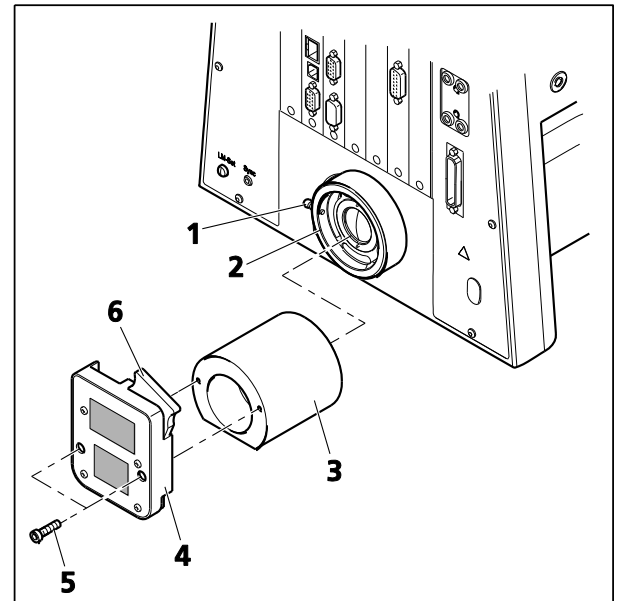

Fig. 48 Installation du dispositif d'éclairage LED
- Desserrer la vis de serrage (Fig. 48/1) du port de lumière transmise (Fig. 48/2). Retirer la lampe halogène.
- Insérer l'optique de l'adaptateur pour le dispositif d'éclairage LED (Fig. 48/3) dans le port de lumière transmise, l'éclairage étant orienté vers le bas, puis serrer la vis de serrage.
- Visser le dispositif d'éclairage LED (Fig. 48/4) sur l'optique de l'adaptateur à l'aide des vis à 6 pans creux (Fig. 48/5) fournies.
- Pousser le curseur avec le disque de diffusion à 10° (Fig. 48/6) dans le dispositif d'éclairage LED.